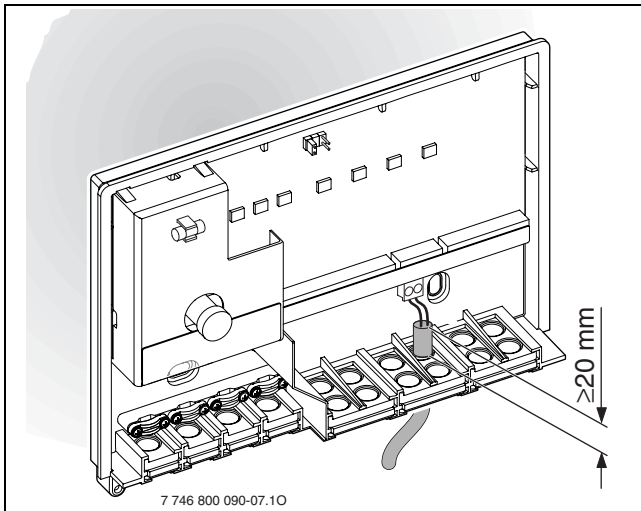

Fig. 12 Protecția contra stropirii cu apă
Pentru protecția contra stropiri cu apă (IP): Montați conductorii astfel încât manșonul de cablu să pătrundă cel puțin 20 mm în trecerea pentru cabluri (→ fig. 12).